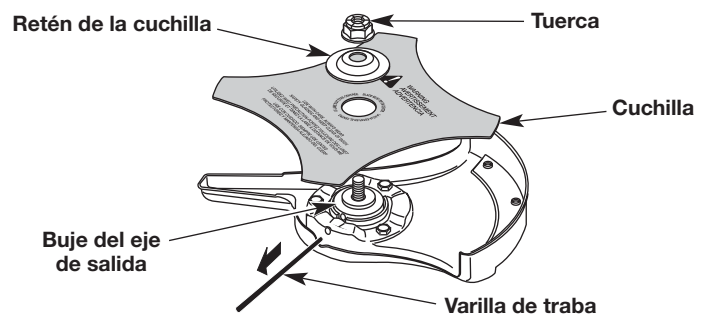
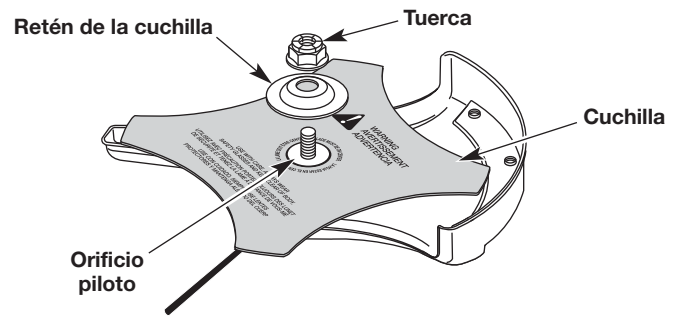

Fig. 23
Fig. 24
- Quite la varilla de traba (Fig. 23).
- Quite la tuerca, el retenedor de la hoja y la hoja (Fig. 23).
1. Coloque la cuchilla en el buje del eje de salida (Fig. 23). Asegúrese de que la cuchilla esté centrada en el paso del piloto (Fig. 24). La cuchilla debe asentarse de forma plana contra el buje del eje de salida.
3. Mientras esté sosteniendo la varilla de traba en su lugar, coloque el retén de la cuchilla y la tuerca en el eje de salida (Fig. 24).